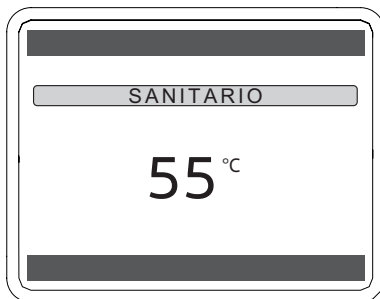

Figura 2.17
- Premere il tasto (✓) per confermare Figura 2.16 e Figura 2.17.